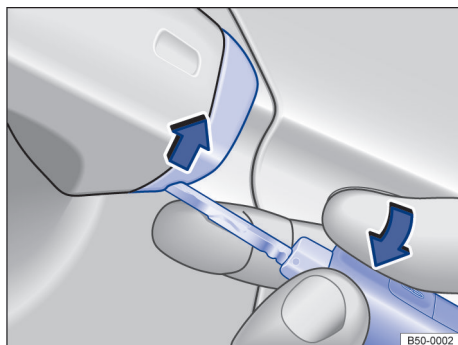

Fig. 58 Maçaneta da porta do condutor: levantar a capa de cobertura.
- Levantar a capa de cobertura com a chave do veículo no sentido da seta → Fig. 58.